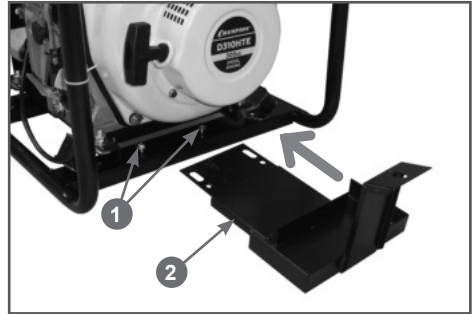
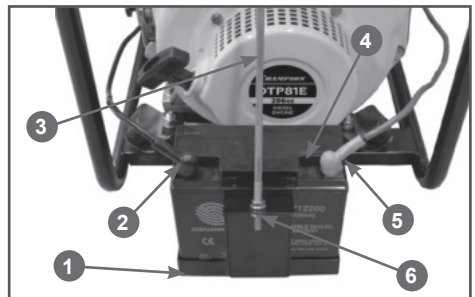

Рис. 4 Установка кронштейна аккумулятора
Рис. 5 Установка аккумулятора
болты крепления, не затягивая их (Рис. 4).
3. Установите тягу 3 кронштейна 1 аккумулятора (Рис. 5). Открутите с нижней части тяги 3 одну гайку 5 (Рис. 5). Зацепите крючок тяги 3 за раму мотопомпы, а нижнюю часть тяги вставьте в отверстие в кронштейне 1 аккумулятора (Рис. 5). Накрутите обратно на тягу вторую гайку 6 отрегулируйте положение кронштейна 1 (Рис. 5). Окончательно затяните болты 1 крепления кронштейна аккумулятора к раме мотопомпы (Рис. 4) и гайки 6 тяги аккумулятора (Рис. 5).
4. Установите аккумулятор 4 в кронштейн 1 и подключите клеммы силовых проводов 2 и 5 к выводам аккумулятора (Рис. 5).